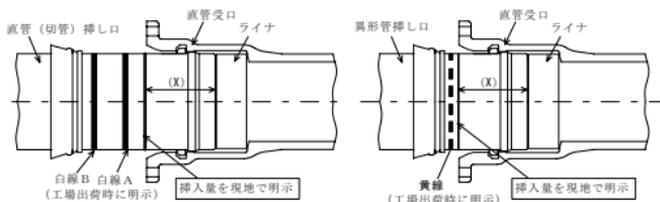
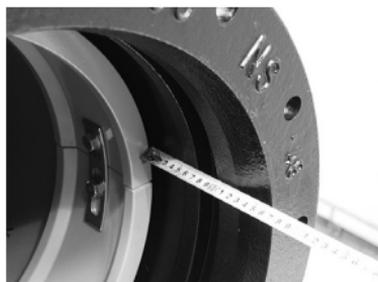

図 39 挿入量の明示
図 40 挿し口挿入量の測定
- 5) 「挿し口の挿入量の明示」から「ロックリングの位置確認」までは異形管の接合要領に従う。挿し口挿入量確認のための白線表示位置を図 39 に示し、挿し口挿入量の測定状況を図 40 に示す。